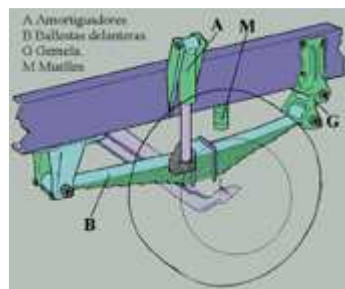

Fig. 10
**Suspensión delantera con ballesta (fig. 10)**